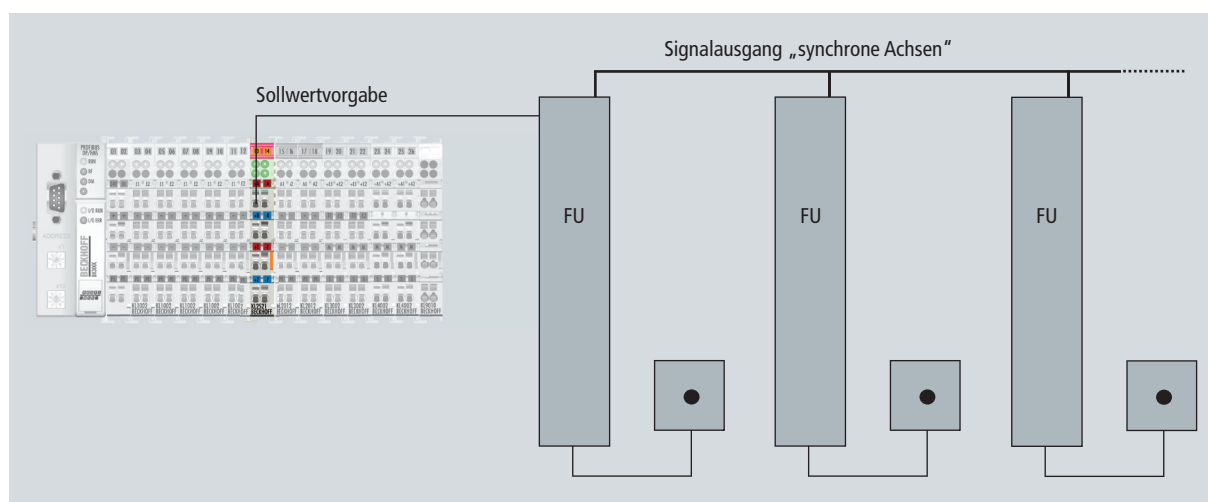

Abb. 4 Synchronisierung mehrerer Frequenzrichter über Inkremental-Encoder Simulation
- Inkremental-Encoder-Simulation: Die Kanäle A und B geben ein um 90° phasenverschobenes Signal aus. Die Verschiebung von A zu B ist positiv oder negativ und kodiert damit die Drehrichtung. Das Ausgangssignal entspricht damit genau dem eines Inkrementalgebers. Der Vorteil hier ist die Möglichkeit, Frequenzumrichter über den Signaleingang „synchrone Achsen“ direkt anzusteuern (Abb. 4). Über die einfache Positionierung hinaus ermöglicht diese Konstellation einen Master-/Slave-Aufbau. Anwender könnten dann über vorhandene Schnittstellen – also ohne weitere Kosten – das System an Feldbussysteme ankoppeln.